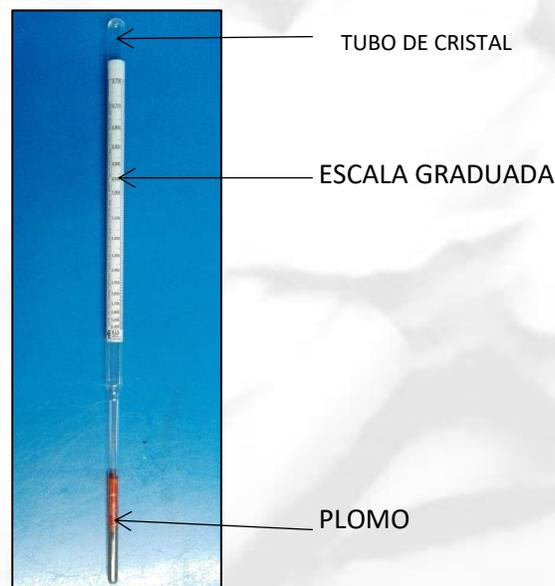

Figura 1. Hidrómetro (Fuente propia)
- Hidrómetro universal (Figura 1)